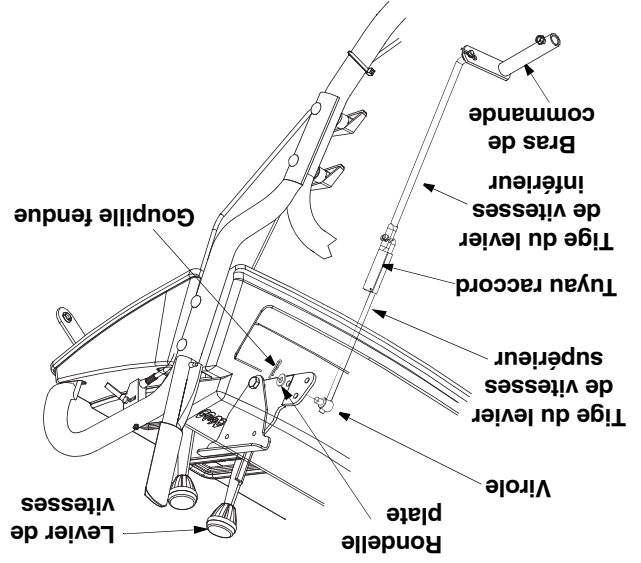

Figure 13
- Retirez la goupille fendue et la rondelle plate du levier de vitesses sous le panneau de bord. Voir la Figure 13.
- Filetez la virole sur la tige du levier de vitesses selon le besoin, jusqu'à ce que la virole soit alignée avec le trou illustré à la Figure 13.